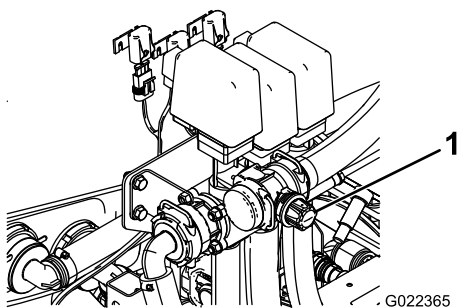

Figura 39
9. Ajuste a válvula de derivação de agitação (Figura 39) na parte posterior da válvula de agitação até que a pressão indicada no medidor seja 7 bar.